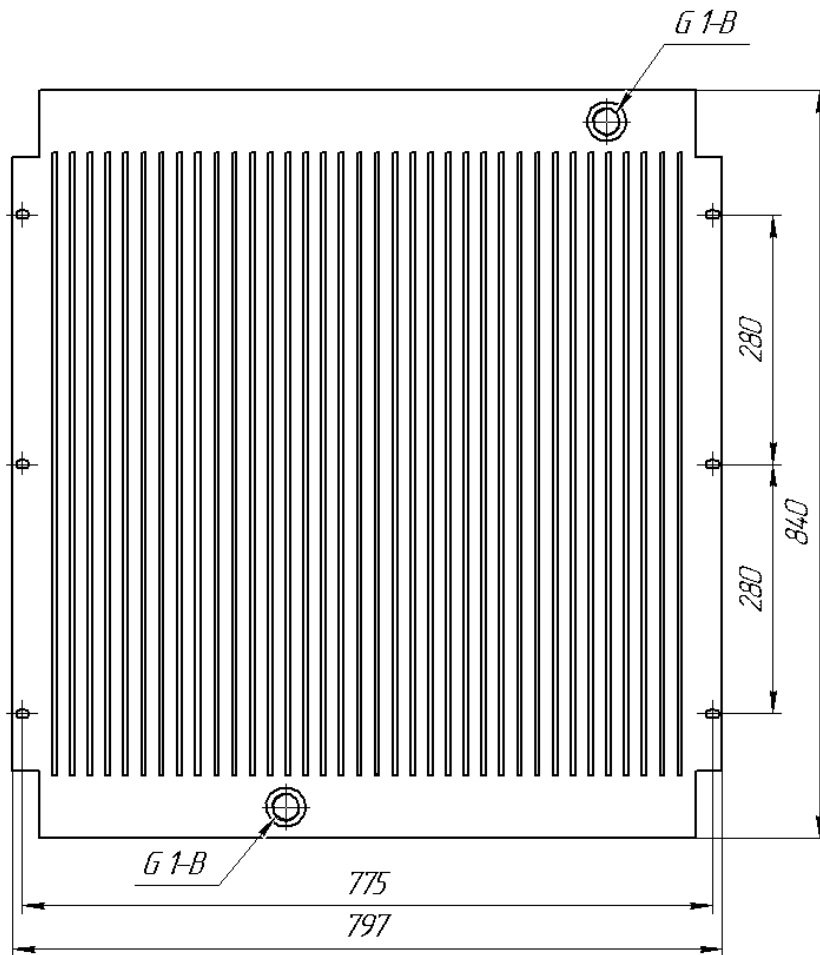

Рисунок 8. Охладитель.
4.1.4 Охладитель (рис. 8) односекционный, пластинчатого типа, изготовлен из алюминиевого сплава, служит для охлаждения масла.